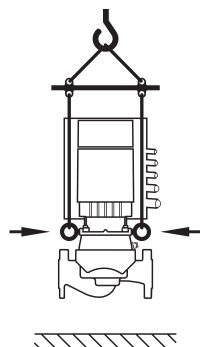

Fig. 8: Transport av pumpen
- Pumpen ska transporteras med tillåtna lyftanordningar (t.ex. lyftblock, kran o.s.v.). De ska fästas på transportöglorna som finns på motorflänsen (Fig. 8, visas här: lyftriktning med vertikal motoraxel).